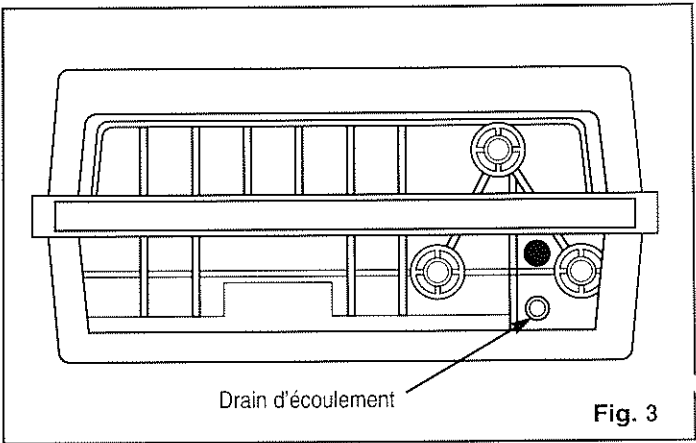

Fig. 3
- b) Percez un trou à travers le centre du **drain d'écoulement** en utilisant une mèche de 1/4 po. Voir Fig. 3. **N'enfoncez pas** la mèche car ceci peut endommager l'intérieur du drain.
- b) Use una broca de 1/4 de pulgada para perforar un orificio a través del centro del caño de drenaje. Consulte la Fig. 3. NO perforo muy profundo con la broca en el caño para no causar daño en el interior.